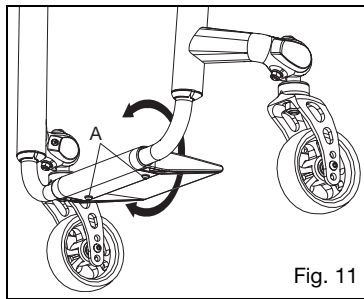

Fig. 11
1. Desserrez les deux vis (Fig. 11:A) situées sous le repose-pieds à l'aide d'une clé Allen de 4 mm.